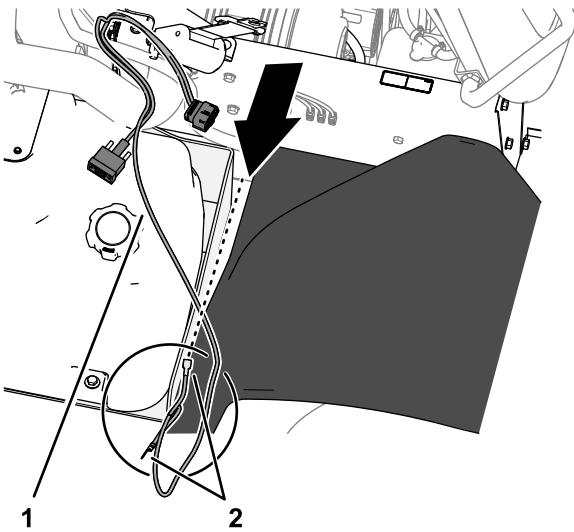

Рисунок 151
1. Проложите между кронштейном топливного бака и правым передним крылом плоский разъем (с маркировкой SWITCHED [КОММУТИРУЕМЫЙ]) и 2 круглые клеммы (с маркировкой BATTERY [АККУМУЛЯТОР] и GROUND [ЗАЗЕМЛЕНИЕ]) жгута проводов питания модема под рамой машины (Рисунок 151).